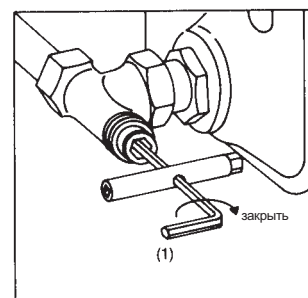

Рис. 4
- 2.2 Закрывать шпindel вентиля шестигранным ключом SW 4 (1) поворотом вправо (рис. 4).